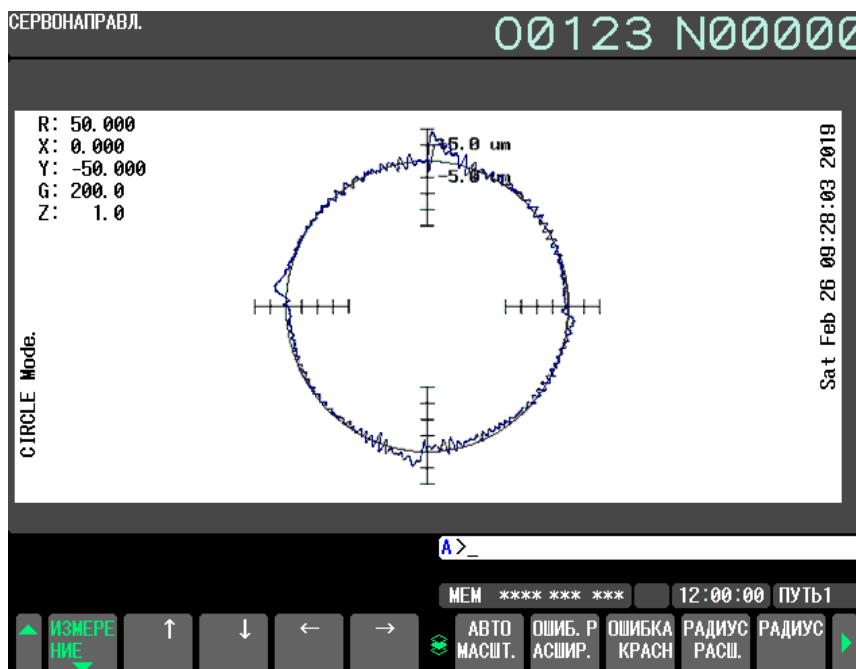

Рис. 1.9.1.3 (k)
- 29 После завершения измерения экран отображения волны будет отображен так, как показано Рис. 1.9.1.3 (j).